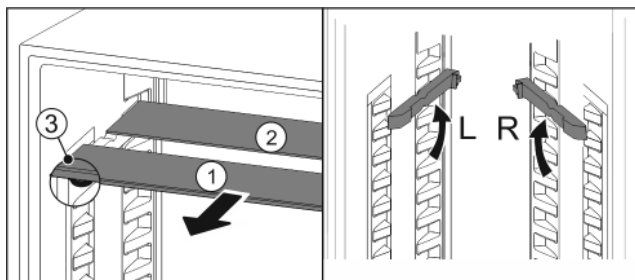

Fig. 23
- По одной извлеките Fig. 23 (1) стеклянные панели движением вперед.
- ▷ Стеклянная панель Fig. 23 (1) с декоративной планкой лежит спереди.
- ▷ Стопоры Fig. 23 (3) показывают вниз.